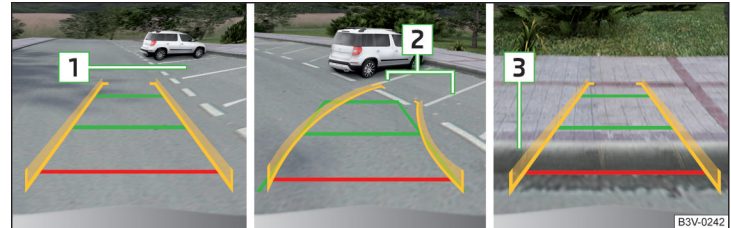

Fig. 178 Indicatoarele de pe afișaj
- Treceți încet pe lângă spațiul de parcare ales **1** » fig. 178 și opriți autovehiculul.